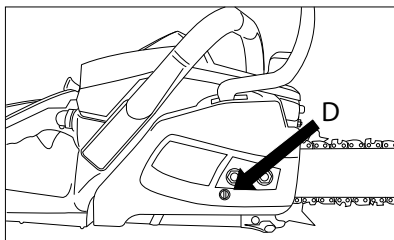

Рис. 11
1. Послабте гайки кріплення шини (захисної кришки разом зі щитком гальма), поверніть регулювальний гвинт (D) за годинниковою стрілкою, щоб натягнути ланцюг. Щоб зменшити натяг ланцюга, поверніть регулювальний гвинт (D) проти годинникової стрілки. Переконайтеся в тому, що ланцюг розташовано по всій периферії шини (рис. 11).